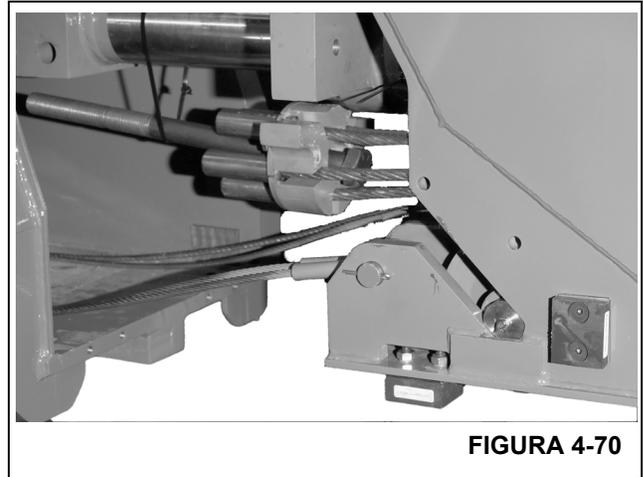

FIGURA 4-70
17. Conecte os cabos de retração intermediários à seção intermediária externa. (Figura 4-70).